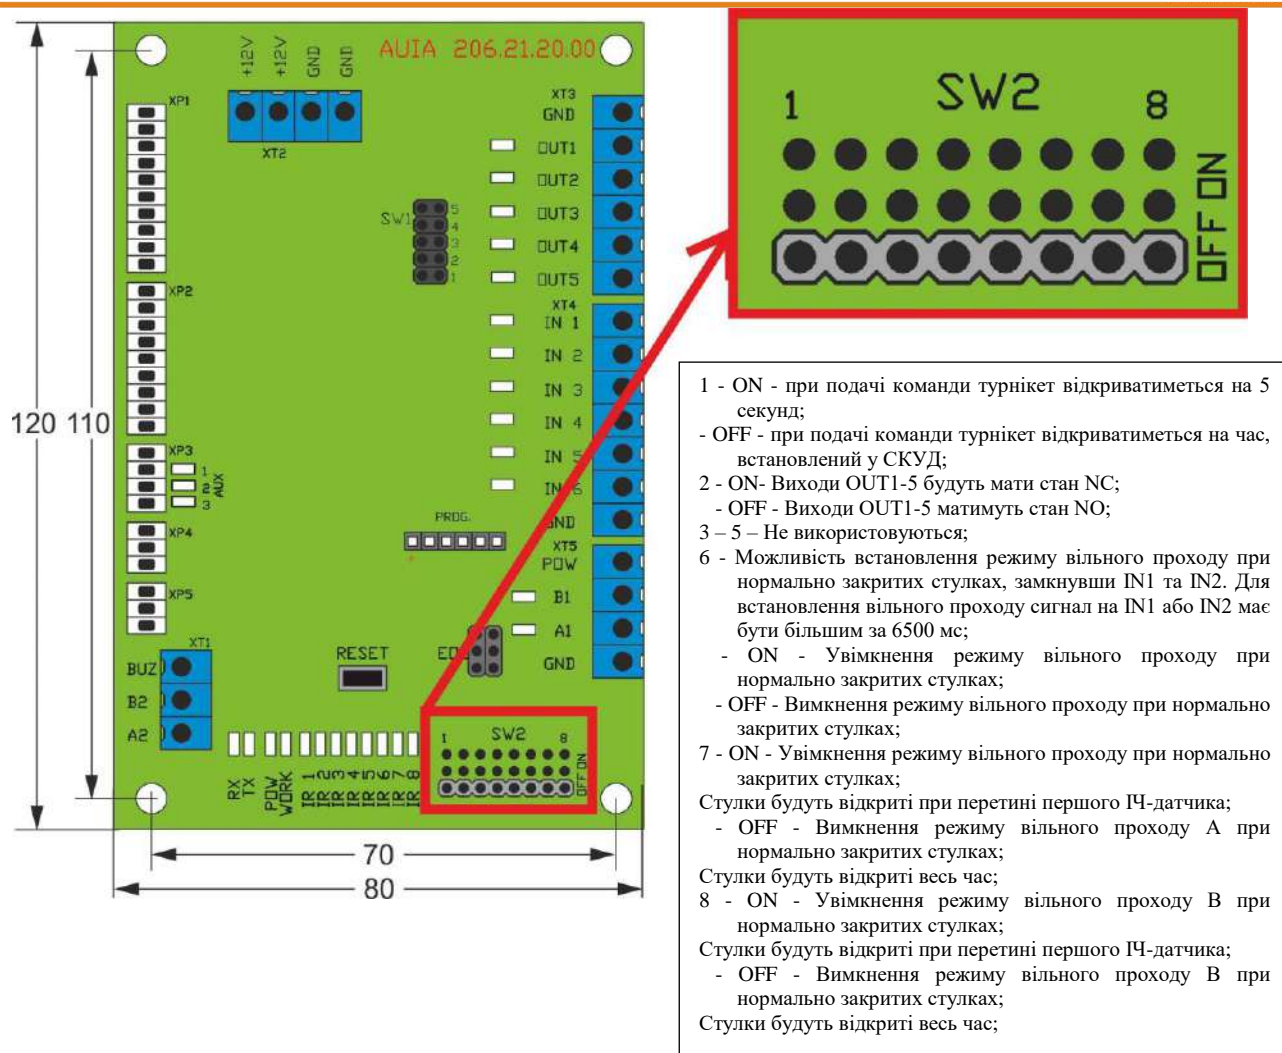

Рис. 9– Зовнішній вигляд контролера АЮІА.206.21.20.00
1.5.1.1 Зовнішній вигляд контролера АЮИА.206.21.20.00 зображений на *рисунок 9*.